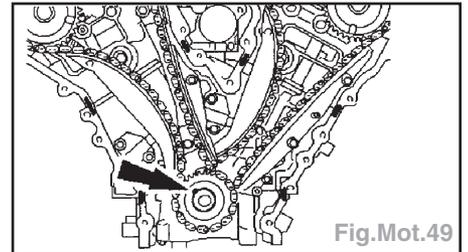

Fig.Mot.49
**Nota :** La rainure de clavetage de vilebrequin se trouve à la position 11 heures lorsque le moteur est au point mort haut (PMH) (Fig.Mot.49).
- Déposer la chaîne de distribution côté droit (2).
- Tourner le vilebrequin de deux tours complets jusqu'à ce que la rainure de clavetage se trouve à la position 11 heures (Fig.Mot.49).